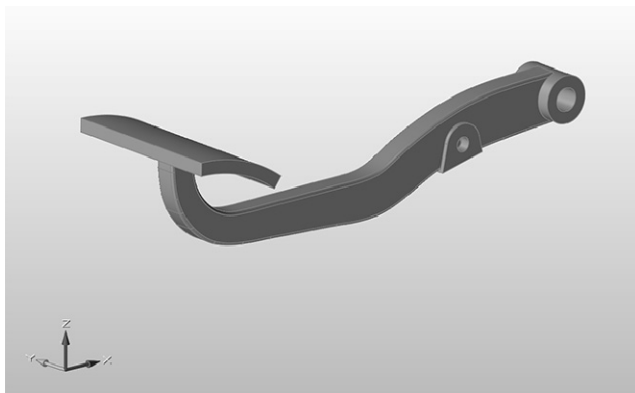

图 6-7
7) 用鼠标右键单击或按〈Esc〉键退出草绘模式，进入推拉模式，如图 6-7 所示。